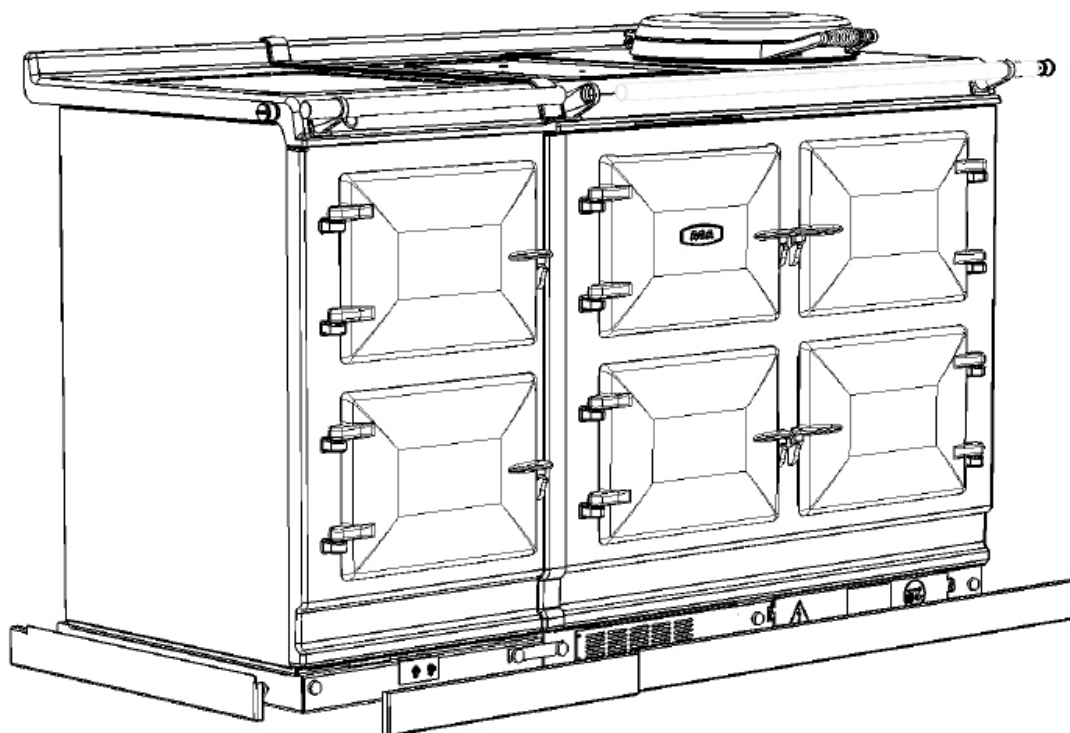

Abb.5.12
11. Montieren Sie bei 5 Ofengeräten die Gewindestange in das Gewindeende des Handlaufs. Führen Sie danach den Handlauf durch die Halterung (dabei darauf achten, dass die Gewindestange auf der rechten Seite des Wärmeschränk-Handlaufs hervorragt), und schrauben Sie denn Handlaufteile zusammen. (**Abb. 5.12**).
14. Zum Schluss montieren Sie die Sockelblende an den Magneten, die sich an der Sockelfront befinden. Achten Sie dabei darauf, dass bei Geräten mit 5 Öfen die rechte Seite der Modulsockelblende direkt an die linke Seite der Sockelblende des AGA eR7i anschlägt und keine Lücke dazwischen verbleibt. Achten Sie darauf, dass die Sockelblenden mittig montiert sind und an keinem Gerät überstehen. (**Abb. 5.12**)